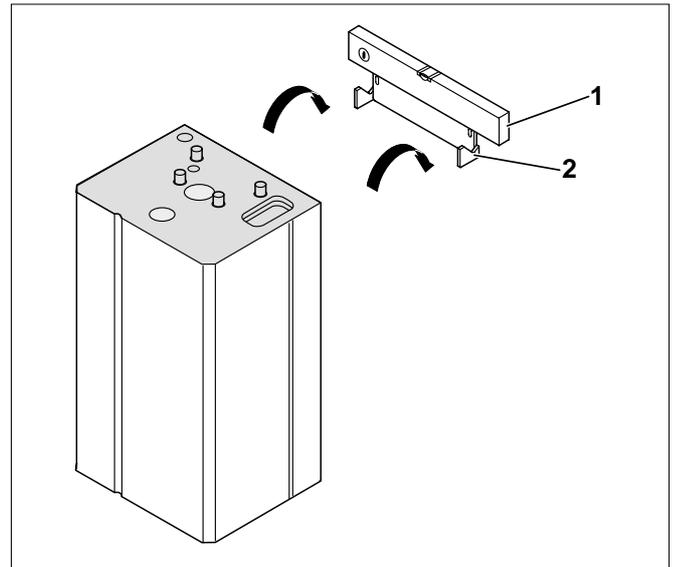

Fig. 6 Aggancio (attacco in alto)
- Appendere il corpo dell'accumulatore in conformità all'attacco sopra/sotto con entrambe le asole di aggancio ai ganci della mensola di supporto (Fig. 6).
Legenda Fig. 6: